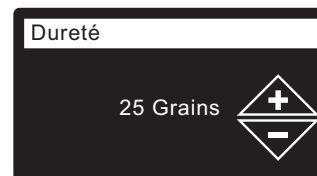

FIG. 22
- DURETÉ** Appuyez sur le bouton HAUT (▲) ou BAS (▼) pour définir la dureté de l'eau (cf. Figure 22).